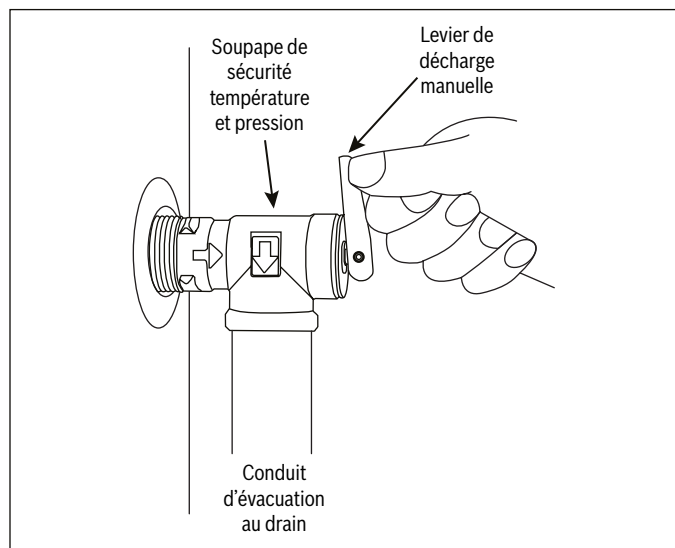

Figure 17 Test de la soupape de sécurité température et pression (T&P)
2. Soulevez le levier comme indiqué dans la figure 17.